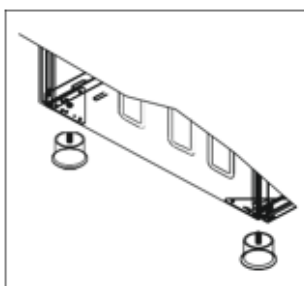
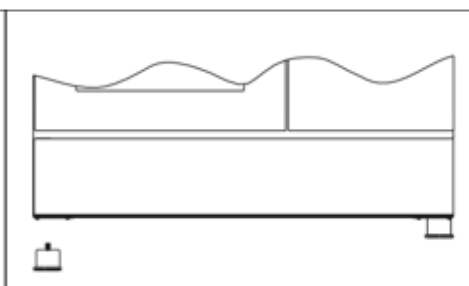

Figura 10
Figura 11
1. Șuruburile pentru instalarea picioarelor sunt poziționate sub cuptor (figura 10). Piulițele de fixare sunt montate pe aceste șuruburi în vederea fixării picioarelor (figura 11). Finalizați procesul de montare a picioarelor prin înșurubarea acestora în piulițe (figura 11).